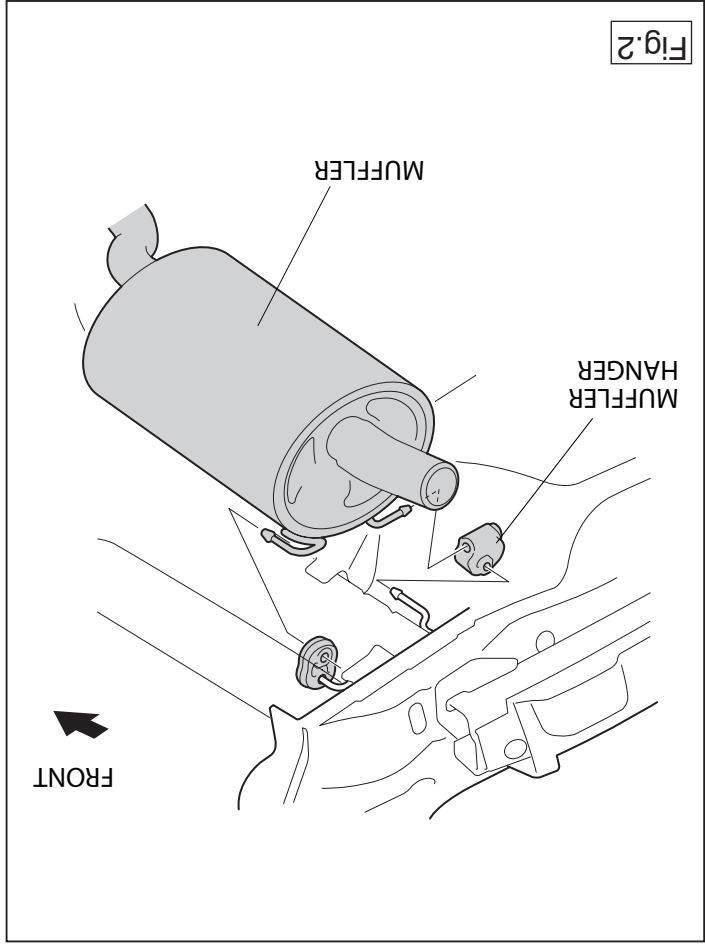

Fig. 2
2. Wysunąć rurę wydechową z ostatniego gumowego zawieszenia. Patrz rysunek 2.
2. Вынуть выхлопную трубу из крайних резиновых колец для подвески. См. рисунок 2.